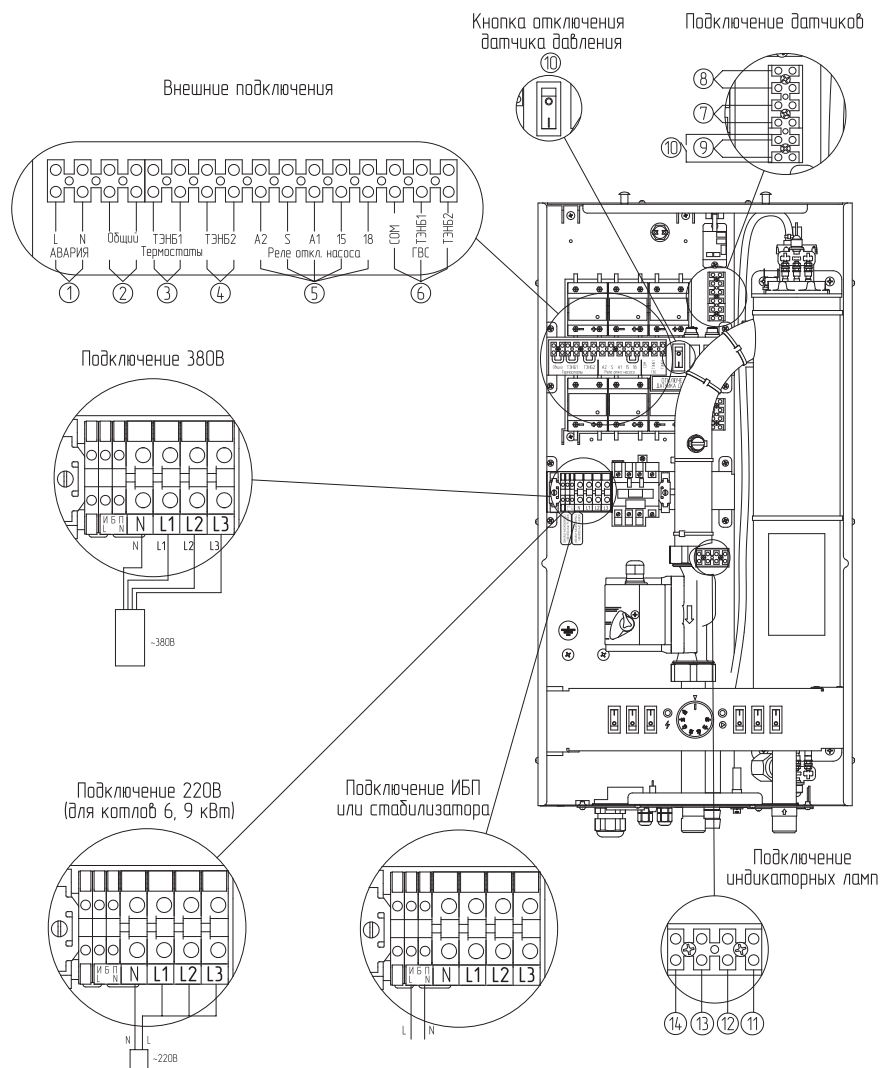
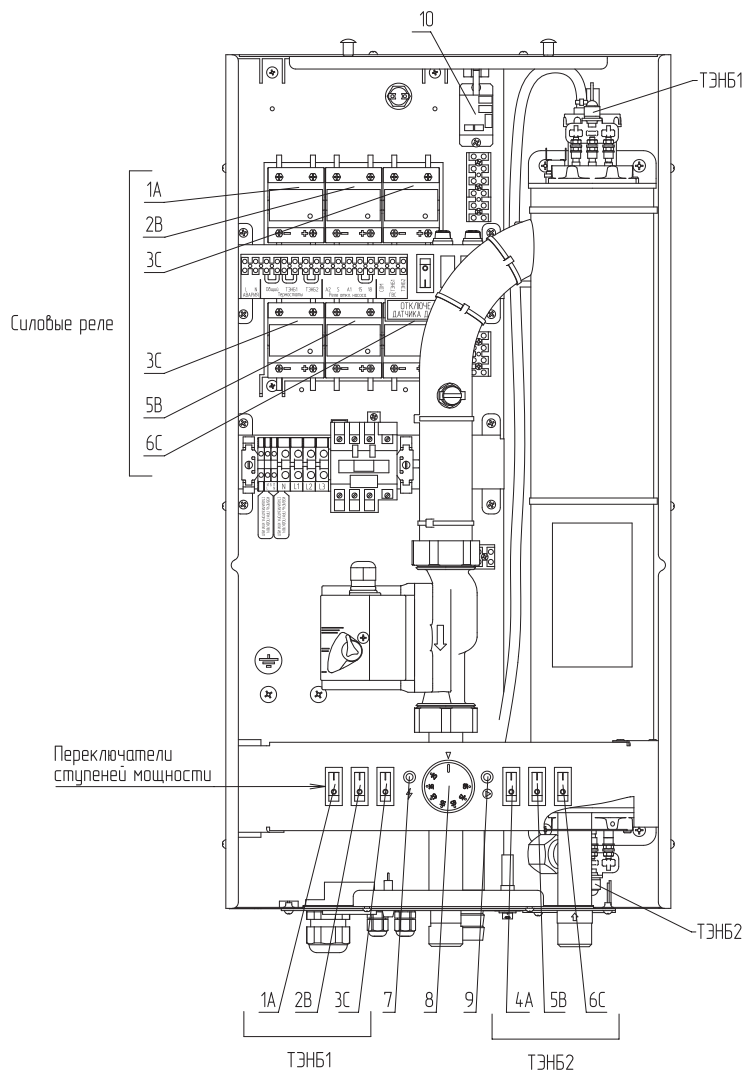
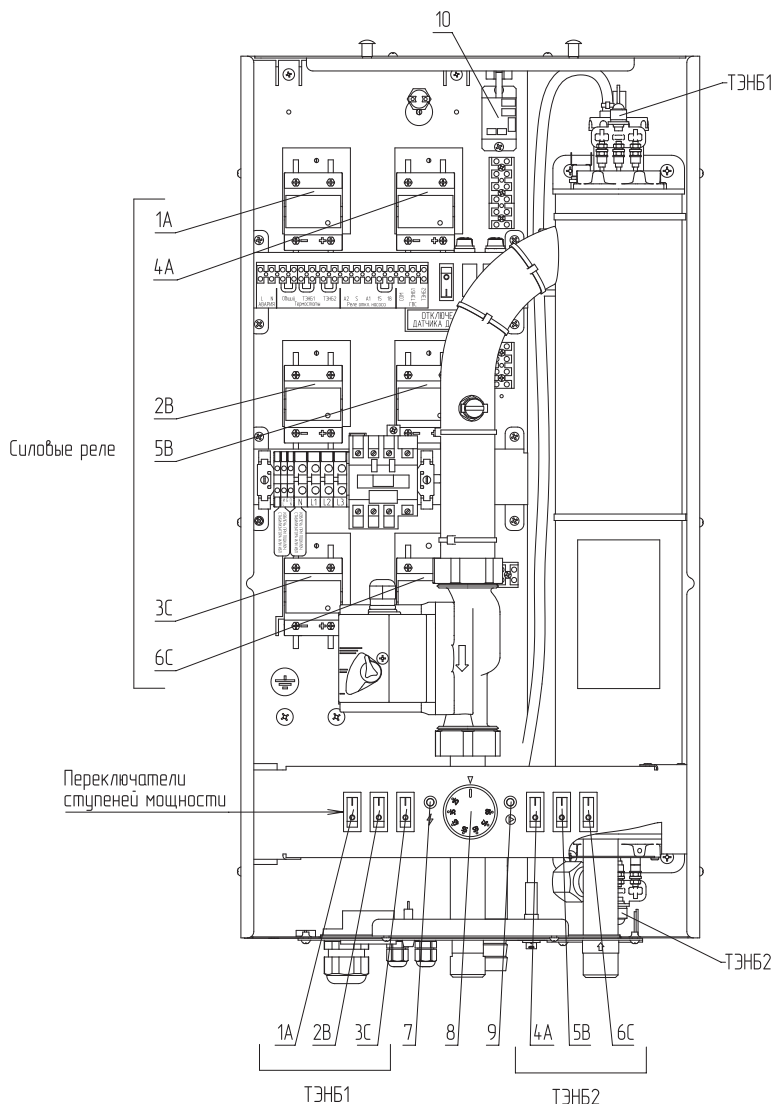

Рис. 5 Схема подключения электрического котла ZOTA JAZZ к однофазной / трехфазной сети
Рис. 6 Описание органов управления нагревом котлов от 6 до 9 кВт
Рис. 7 Описание органов управления нагревом котлов от 12 до 15 кВт
- Присоединить рабочий нулевой провод на клемму нейтраль (N) котла;
- Для сети **трехфазного** переменного тока 380 В присоединить фазные провода на клеммы L1, L2, L3 колодок (**Рис. 5, подключение 380**);
- Для сети **однофазного** переменного тока 220 В присоединить фазный провод на клеммы L1, L2, L3 колодок (**Рис. 5, подключение 220**). Для соединения клемм L1, L2, L3 колодки в комплекте имеется специальная перемычка (только для ZOTA JAZZ от 6 до 9 кВт);
- Извлечь перемычки (**Рис. 5, подключение ИБП или стабилизатора**);
- В котле установлен возвратный датчик перегрева на 95 °С (**Рис. 5, поз. 6**). При его срабатывании котел отключает нагрев (отключается контактор (**Рис. 2, поз. 12**), но циркуляционный насос продолжает работать, отводя горячий теплоноситель в систему отопления. Датчик подключается к колодке подключения датчиков (**Рис. 5, поз. 7**) и может быть заменен в случае выхода из строя.
Реле давления можно отключить с помощью кнопки отключения датчика давления (**Рис. 5, поз. 9**), это может понадобиться в случае, если у пользователя открытая система отопления.
(**Рис. 5, поз. 6 и поз. 8**) и может быть заменен в случае выхода из строя совместно с кнопкой отключения датчика давления.
- «Сухой контакт» «Общий» (**Рис. 5, поз. 2**) при размыкании контактов отключает нагрев всего котла;
- «Сухой контакт» «ТЭН 1» (**Рис. 5, поз. 3**) при размыкании контактов отключает первые три ступени мощности котла (**1А; 2В; 3С**), отвечающих за запуск блока ТЭН 1 (**Рис. 6, Рис. 7, поз. 1А, поз. 2В, поз. 3С**);
- «Сухой контакт» «ТЭН 2» (**Рис. 5, поз. 4**) при размыкании контактов отключает с четвертой по шестую ступени мощности котла (**4А; 5В; 6С**), отвечающих за запуск блока ТЭН 2 (**Рис. 6, Рис. 7, поз. 4А, поз. 5В, поз. 6С**).
- Термостат подключен или к «ТЭНБ 1» (**Рис. 5, поз. 3**) или к «ТЭНБ 2» (**Рис. 5, поз. 4**). В данном случае с помощью термостата мы подключаем только 50 % мощности, что дает нам возможность при установке котла резервировать мощность на будущее или просто использовать половину ресурса котла, и каждый год переподключать термостат, обеспечивая равномерный износ котла;
- Подключено 2 термостата или управляющих реле к «ТЭНБ 1» (**Рис. 5, поз. 3**) и к «ТЭНБ 2» (**Рис. 5, поз. 4**).